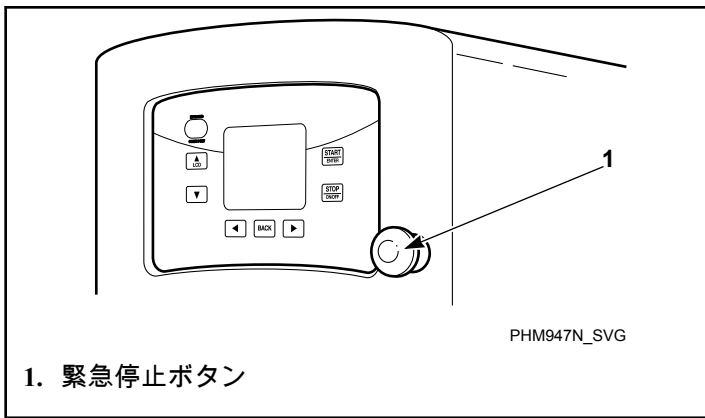

図 37
9. 機械運転中に危険な状況が発生した場合、非常停止ボタン (図 37 を参照) を押して (機械の) 運転を停止すること。